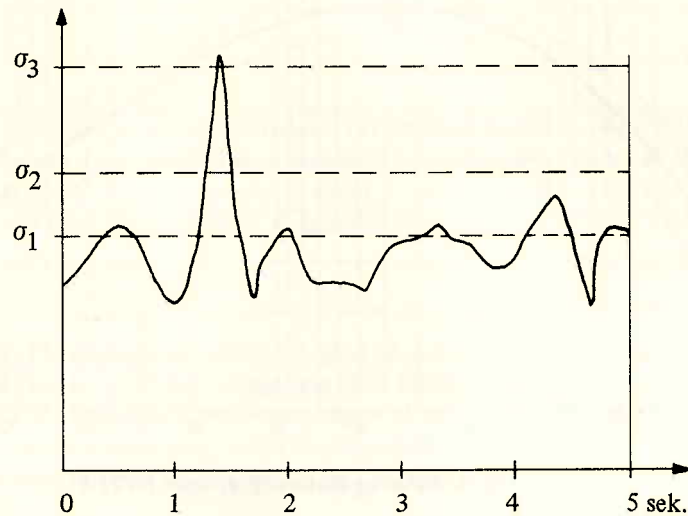

Fig. 5. Sigma - meterkredsløb (σ).
Der kan med omskifteren for meterkredsløbet (7) vælges mellem $\sigma 1$ (32%), $\sigma 2$ (4,5%) og $\sigma 3$ (0,26%). Ønskes der f.eks. målt efter $\sigma 2$ (se fig. 5) anvendes følgende procedure: